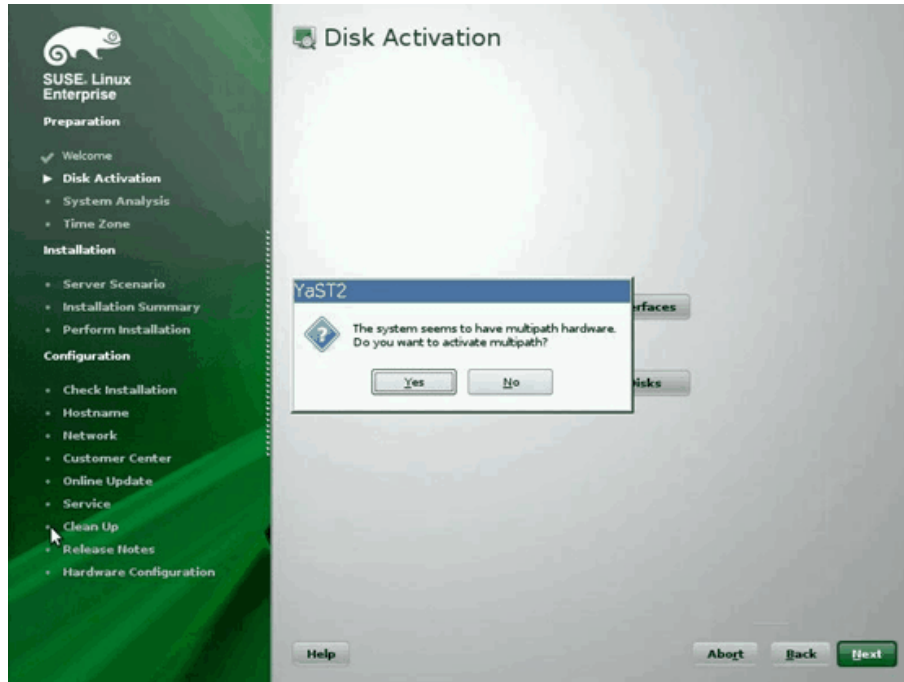

Ilustración 13-18. Activación de disco
10. YaST2 indica activar múltiples rutas de acceso. Proporcione la respuesta adecuada (Ilustración 13-18).